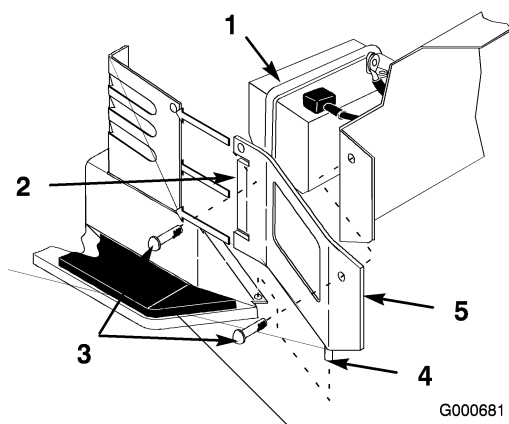

Figura 43
4. Prima di rimuovere la batteria togliete il pannello destro (Figura 43).
1. Montate la batteria nel trattore (Figura 43).
5. Montate il pannello destro infilando le linguette nel piantone, ed inserite il perno nella flangia del poggiapiedi. Fissate con le viti (Figura 43).